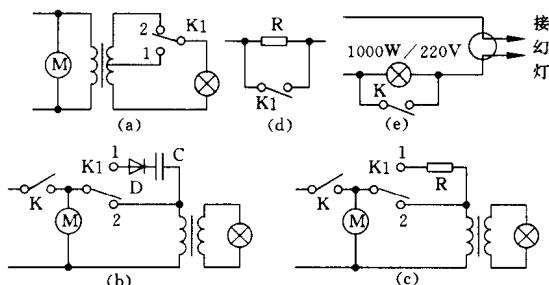

图 1-4 幻灯机灯泡寿命延长的几种方法
(1) 中心抽头法：如图 1-4- (a)，因幻灯机电源变压器次级线圈有一中心抽头，故可将原电路中 K1 移到次级，改变灯泡两端电压值。
(2) 电容分压法：如图 1-4- (b)，C 是 400V10μF 或 4.75μF 日光灯电容，K1 接 1 时，灯泡两端电压为 4V 左右，从而起到预热作用，此法元件价格较高，但能耗少，且安装方便 (D 是 1N4007，为防止 K1 转换时 C 放电而装置)。
(3) 电阻分压法：在机外电源上加装一个船型或双掷拨动开关，并利用机内的单刀双掷开关 K1 将增加的电阻 R (300W 电阻或 150W、300W 电熨斗芯) 串入电路即可 (见图 1-4- (c))。如果 K1 是单刀单掷开关，可按图 1-4- (d) 连接。
(4) 自制备用电源插头，原理与方法 (3) 相似，只是不改幻灯机电路，见图 1-4- (e)。K 断开时，幻灯机灯泡两端电压为 3V 左右，同样可以起到预热的作用。